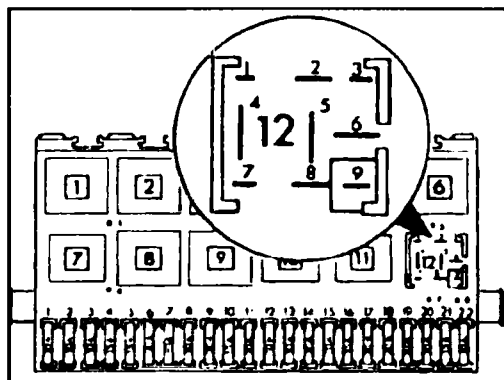

Рис. 4.26 Расположение реле и предохранителя топливного насоса
- ◆ Выньте реле топливного насоса из панели (место № 12) (см. рис. 4.26).
- ◆ С помощью контрольной лампы проверьте наличие напряжения на контактах (6), (2), между контактами (6) и (4)